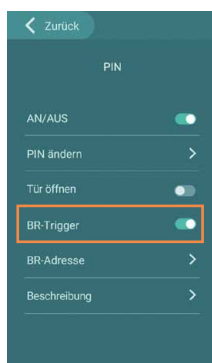

Abb. 10
- Betätigen des Türöffners über die **BR-Trigger**-Funktion (Abb. 10). Dabei können Sie das Multifunktionsrelais VILLA BR als Türöffner-Relais einsetzen (Manipulationsschutz).
- Das Feld **Beschreibung** (Abb. 10) steht Ihnen zur freien Verfügung und beschreibt die BR-Trigger-Funktion.